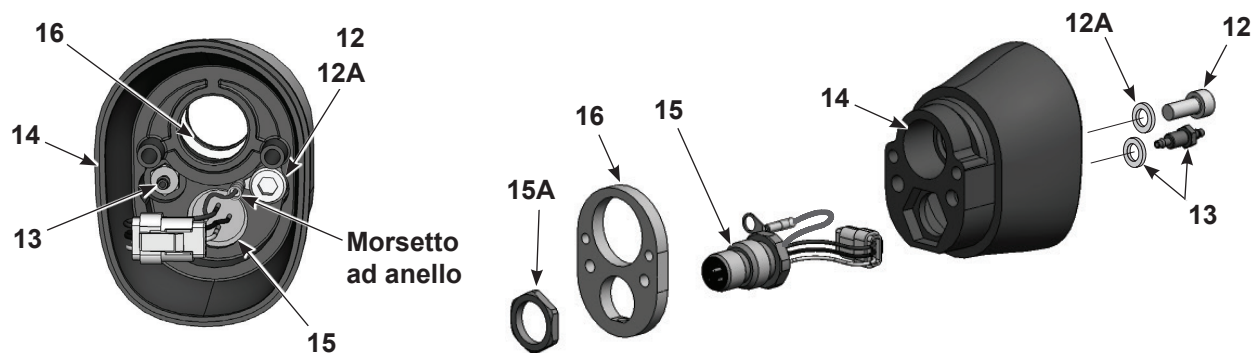

Figura 7-6 Smontaggio della pistola a spruzzo con montaggio su tubo 5 di 5
18. Vedi Figura 7-6. Per smontare il gruppo del corpo posteriore rimuovere la vite (12) e il raccordo scanalato (13) dall'interno del corpo della pistola a spruzzo posteriore (14). Sono necessari una chiave esagonale da 3 mm e una presa profonda da 0,6 cm (1/4 in.)
19. Rimuovere il dado (15A) dall'alloggiamento, tirare via la piastra di messa a terra (16) dal corpo della pistola a spruzzo posteriore e far avanzare il cablaggio dell'alloggiamento attraverso il corpo.
**NOTA:** Quando si rimonta, fissare il morsetto ad anello di terra al corpo della pistola a spruzzo posteriore con la vite (12) e la rondella di sicurezza (12A) e stringere la vite a 2,5 N•m (22 inch-lb).